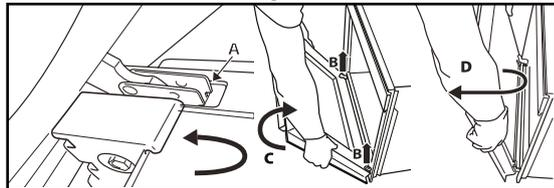

Fig. 2
3. Feche a porta o mais possível (A), levante a porta (B) e rode-a (C) até se soltar (D) (Fig. 2).